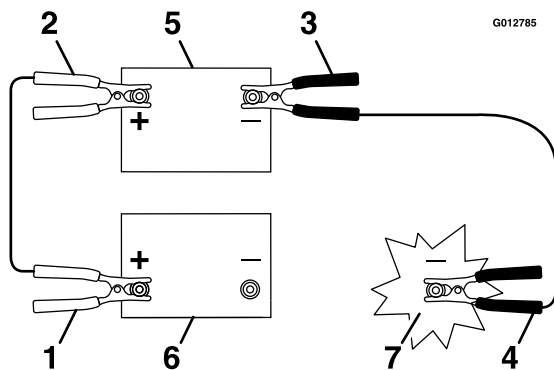

Figura 50
- Collegate il cavo positivo (+) al morsetto positivo (+) della batteria scarica collegata all'avviatore o al solenoide come illustrato in Figura 50.